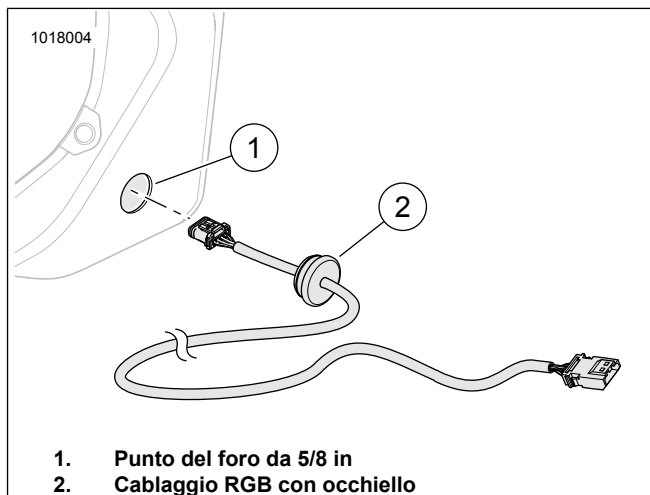

Figura 27. Installazione del cablaggio RGB
Vedere la figura 27. Dal lato interno del guscio dell'altoparlante, inserire l'estremità maschio del cablaggio con occhiello (2). Premere l'occhiello nel foro da 16 mm (5/8 in) (1) iniziando da un lato rastremato dell'occhiello. Se installato correttamente, la parte esterna dell'occhiello deve essere appoggiata alla parte esterna del guscio dell'altoparlante. Premere intorno al perimetro dell'occhiello per posizionarlo.